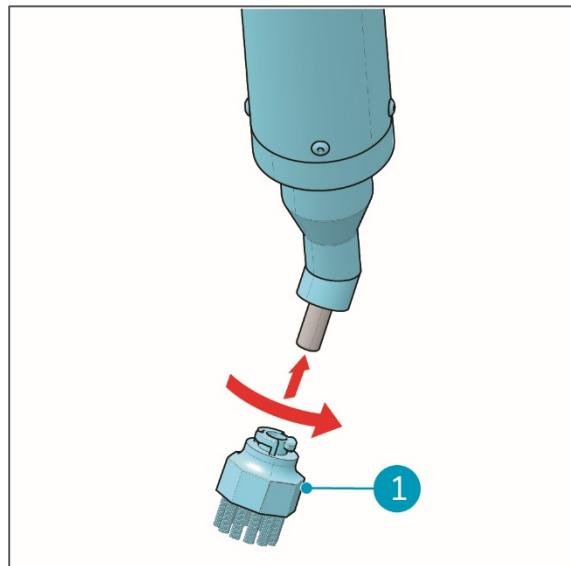

Abbildung 24
3. Nehmen Sie eine neue Bürste (Abb. 24, Pos. 1) und drücken Sie sie mit einer Drehung gegen den Uhrzeigersinn (links) in Position.